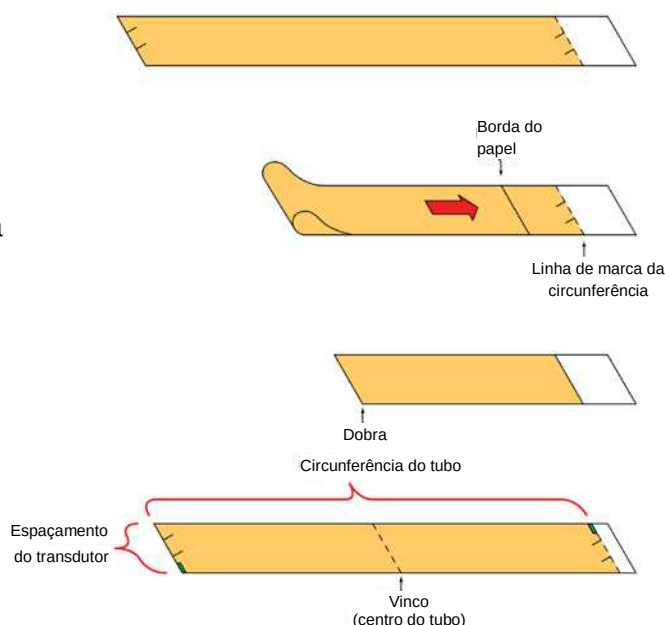

FIGURA 2.12 – SECCIONAR A CIRCUNFERÊNCIA DO TUBO
- 2) Faça uma marca nas duas pontas do papel exatamente onde elas se encontram, pois essa será a indicação do tamanho da circunferência. Remova o modelo de papel e coloque-o esticado em cima de uma superfície plana. Dobre o modelo de papel até que uma das pontas chegue na marca indicativa da circunferência e, em seguida, corte o papel. Veja **Figura 2.12**.